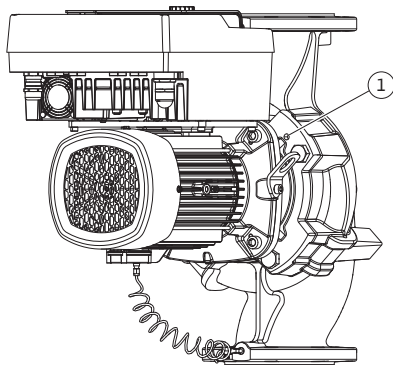

Fig. 10: Apăsarea ansamblului motor cu rotor hidraulic prin găurile filetate
5. Împingeți ansamblul motor cu rotor hidraulic (a se vedea Fig. 4) din carcasa pompei. În funcție de tipul pompei (vezi Fig. I ... Fig. III), există două metode diferite. Pentru tipul de pompă respectiv (Fig. III), slăbiți șuruburile (Poz. 29). Folosiți cele două găuri filetate adiacente (Fig. 10, Poz. 1) și folosiți șuruburi adecvate puse la dispoziție de client (de exemplu, M10 x 25 mm). Pentru tipul de pompă respectiv (Fig. I și Fig. II), utilizați cele două orificii filetate M10 (Fig. 99). Utilizați șuruburi adecvate puse la dispoziție de client (de exemplu, M10 x 20 mm). Fantele (Fig. 99, Poz. 2) pot fi folosite și pentru împingere.